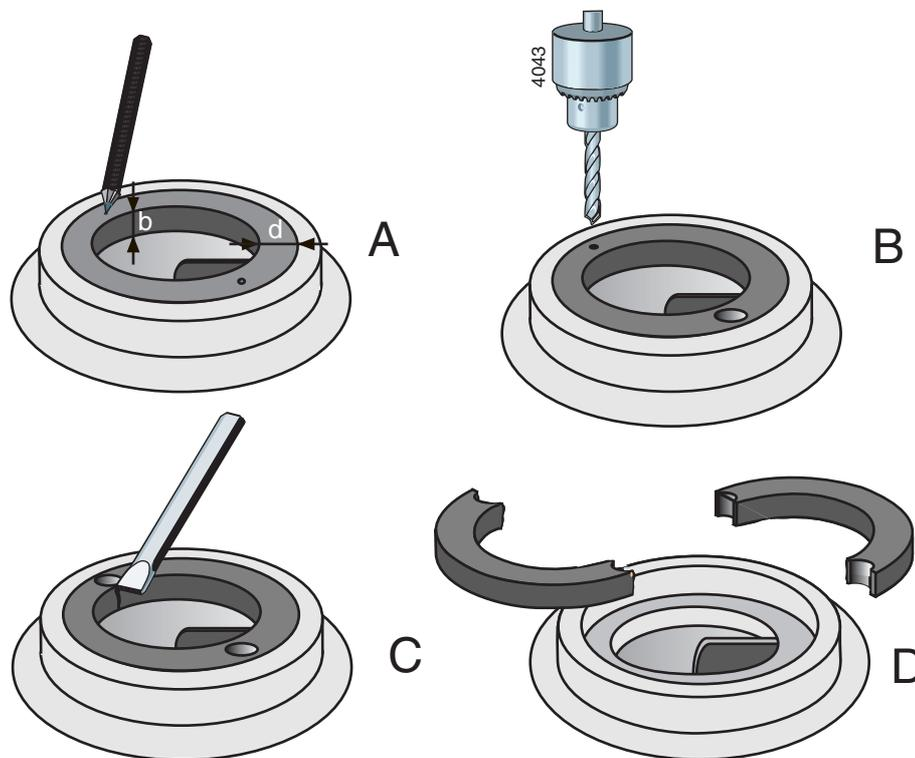

Figura 24: Rimozione dell'anello d'usura
- 1 Misurare lo spessore (d) e la larghezza (b) dell'anello. Vedere la figura 24 A.
- 2 Fare due piccoli fori diametralmente opposti nel mezzo dell'anello. Vedere la figura 24 B.
- 3 Utilizzare una punta con un diametro leggermente inferiore dello spessore (d) dell'anello. Vedere la figura 24 C. Fare attenzione alla profondità del foro in modo che non superi la larghezza (b) dell'anello, per evitare di danneggiare il bordo d'appoggio nel corpo pompa.
- 4 Tagliare lo spessore rimanente dell'anello, utilizzando uno scalpello. Quindi è possibile togliere l'anello dal corpo pompa, in due parti. Vedere la figura 24 D.